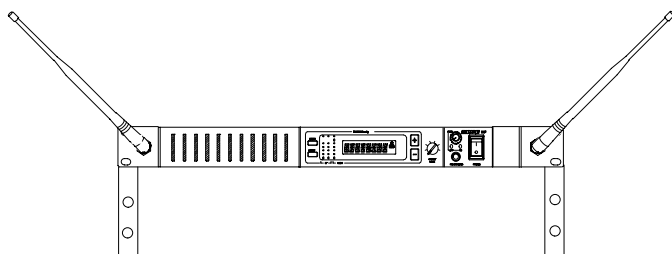

ABBILDUNG 9
4. Stecken Sie die beigelegten UHF-Antennen in die BNC-Buchsen an der Vorderseite ein (Abbildung 9). Die besten Leistungen werden erzielt, wenn die Spitzen der Empfängerantennen in einem Winkel von 45° zur Vertikalen voneinander weg weisen.